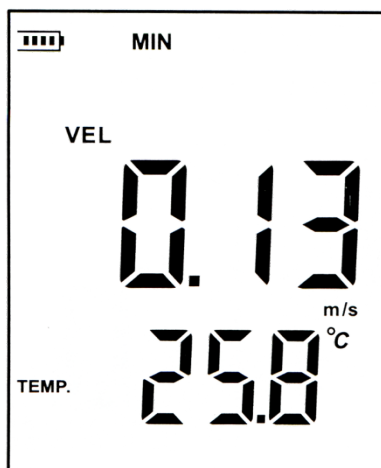

Рис. 8
- 2) При измерении минимального значения скорости, на дисплее отобразится MIN, как на рис. 8: